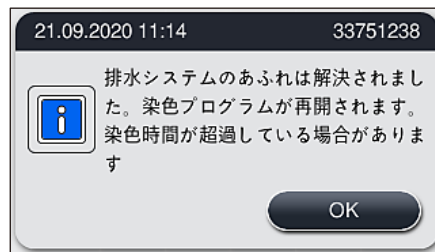

図 123
- ✓ 詰まっていた水が排出されると、他のメッセージ (→「図 123」) が表示され、染色プロセスを続行できることがユーザーに通知されます。「OK」 (→「図 123」) を押して続行します。
- さらなるクリーニングの試みが成功し、詰まりが除去されると、水位が危険レベルを下回ります。メッセージ (→「図 123」) が表示され、染色プロセスを続行できることがユーザーに通知されます。「OK」 (→「図 123」) を押して続行します。プログラムが開始可能であることが表示され、処理中のプログラムが自動的に続行されます。